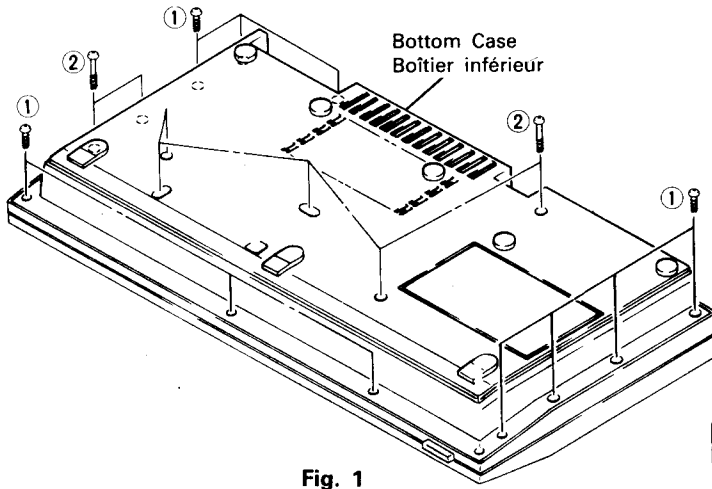
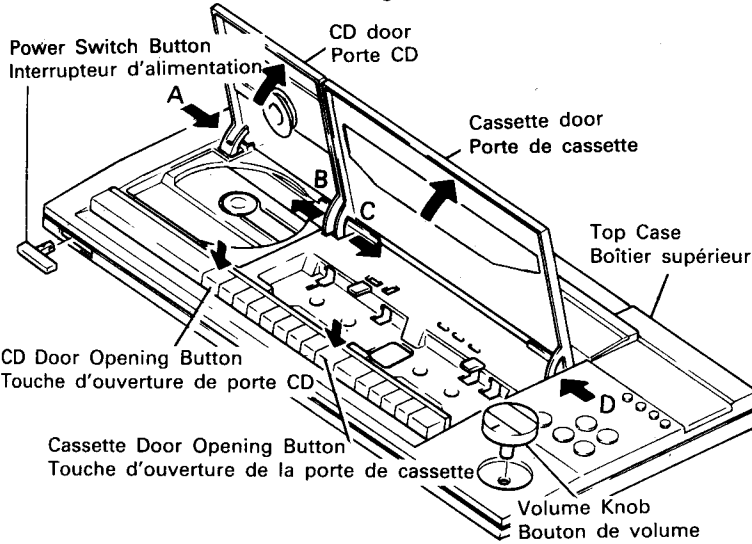

Fig. 1
Fig. 2
**DÉMONTAGE****1. Boîtier supérieur (Fig. 1, 2)**
Enlever dix vis ① et sept vis ②. (Fig. 1) Enlever l'interrupteur d'alimentation et le bouton de volume. Ouvrir la porte CD et la porte de cassette en appuyant sur le touche d'ouverture de porte CD et la touche d'ouverture de la porte de cassette. Puis, enlever le boîtier supérieur en le soulevant vers le haut. (Fig. 2)
**2. Porte CD (Fig. 2, 3)**
Enlever deux vis ③ et la rondelle. Puis, appuyer sur les parties A, B dans la direction des flèches (Fig. 2) tout en enlevant l'élément d'arrêt que s'enlève en le tirant vers le haut. Alors, le ressort d'ouverture de porte CD et le fil métallique d'ouverture de port CD pourront également s'enlever.
**3. Porte de cassette (Fig. 2, 3)**